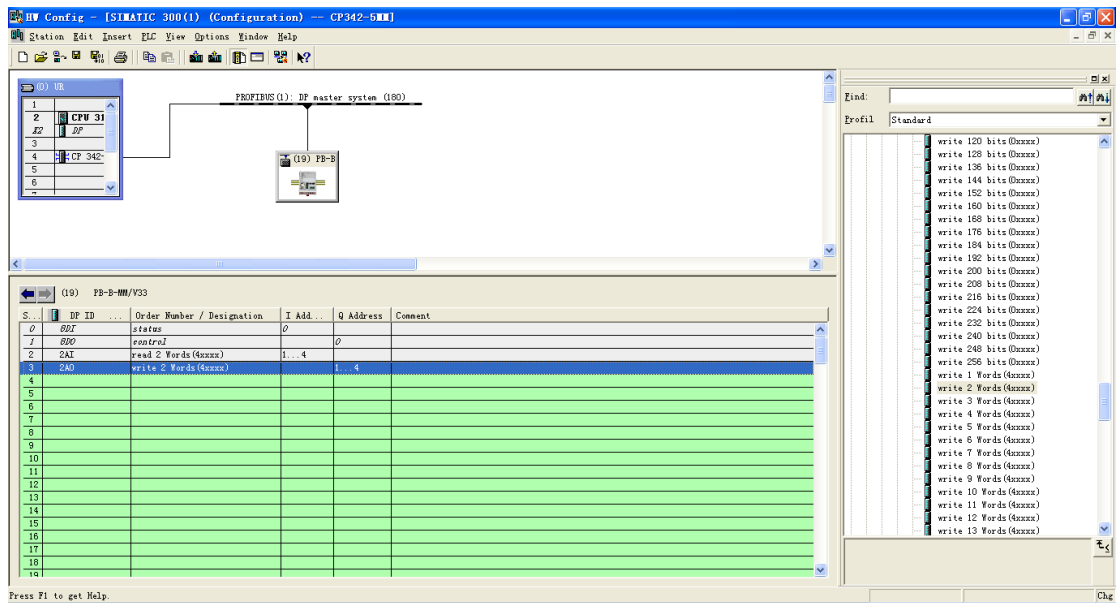
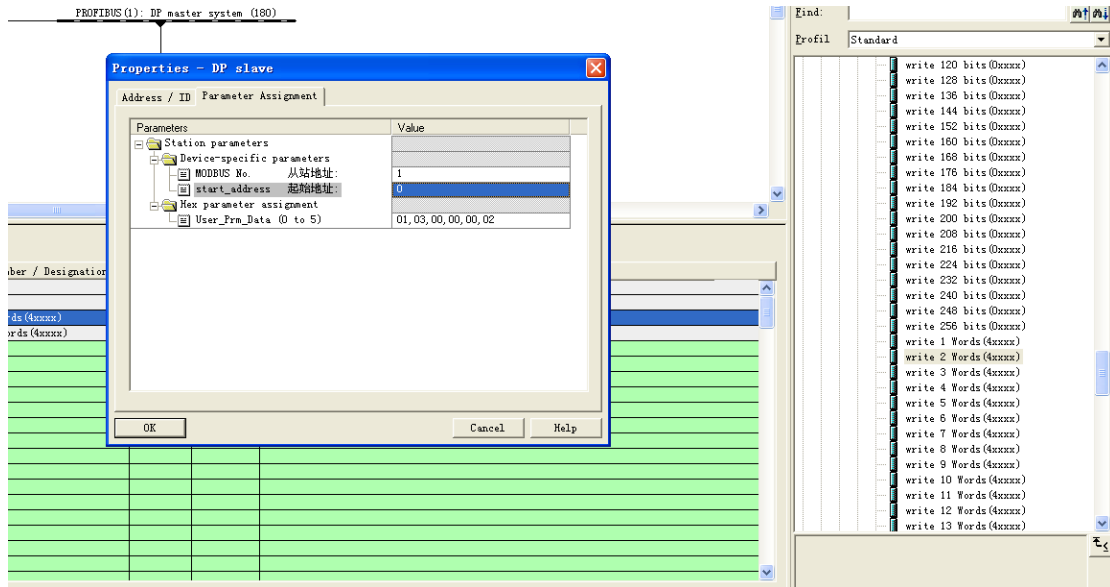
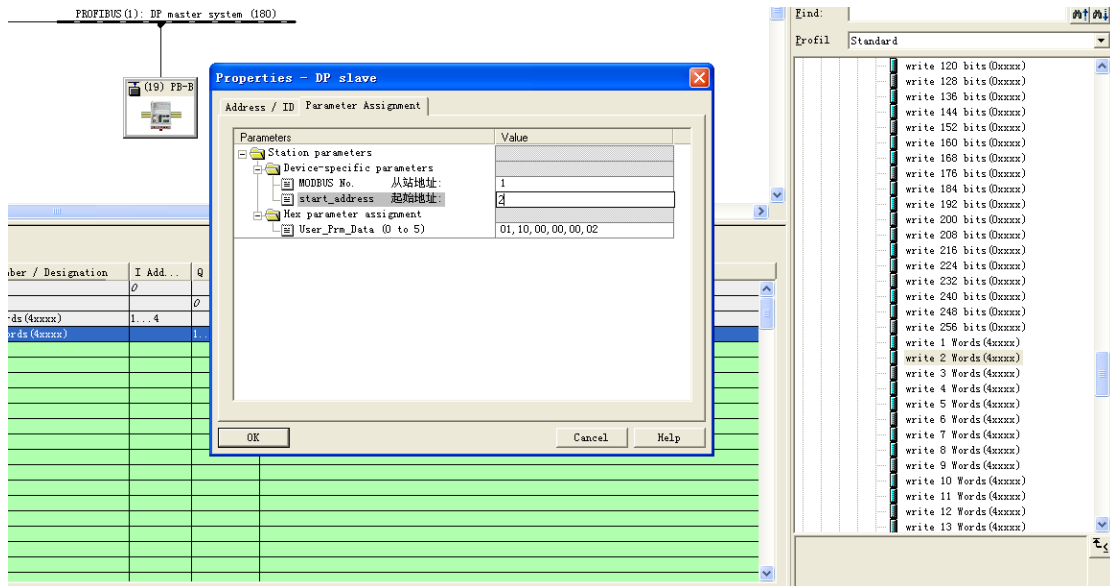

图 7
图 8
图 9
7. 对 PB-B-MODBUS 进行相应的配置，如图 7。双击插槽中的“read 2Words(4xxxx)”在弹出的属性窗口中对其“从站地址”和“起始地址”进行设置，如图 8。同样，双击插槽中的“write 2 Words (4xxxx)”操作与之前类似，如图 9。硬件配置基本完成，点击“Save and Compile”。